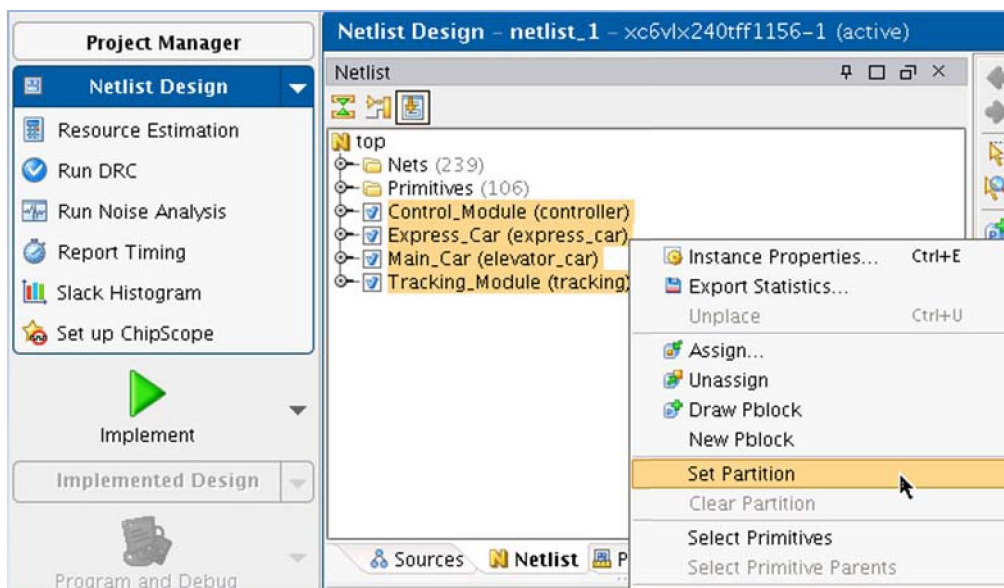

図 12 : PlanAhead でのパーティション設定
4. パーティションを設定するモジュール インスタンスを選択して右クリックし、[Set Partition] をクリックします (図 12)。